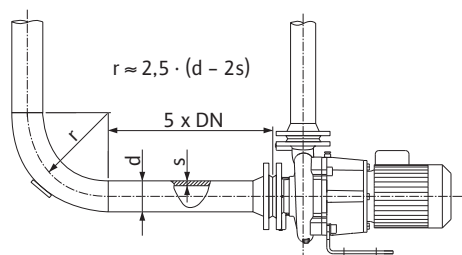
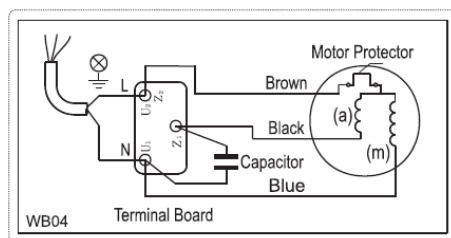

Fig. 4: Umirjevalni del pred in za črpalko
Fig. 5: Priključek za izmenični tok
- Omrežni priključek je odvisen od zmogljivosti motorja P_2 , omrežne napetosti in tipa zagona. Potrebno vezavo povezovalnih mostičev v priključni omarici najdete v naslednji tabeli ter na Fig. 4 in Fig. 5.